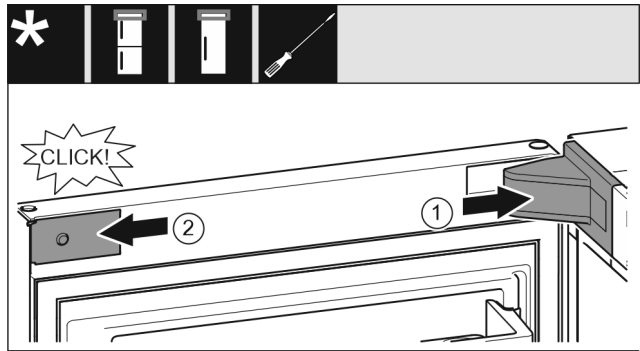

Fig. 21
- ▶ Nasadíte kryt ložiskovej konzoly a zaistíte, príp. opatrne roztlačíte. Fig. 21 (1)
- ▶ Zboku nasadíte a zaistíte kryt. Fig. 21 (2)